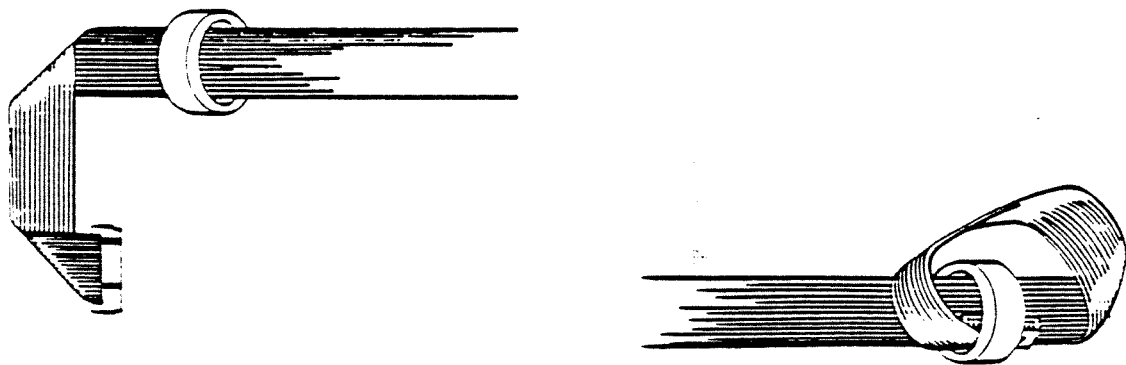

ABBILDUNG 14
4. Stellen Sie die zwei Ringkerne auf ein Ende des neuen Kabels, schieben Sie das Kabel in einer Schleife durch die Ringkerne und lassen Sie dabei ca. 8 cm Kabel zwischen den Ringkernen und dem Stecker (Abbildung 14).